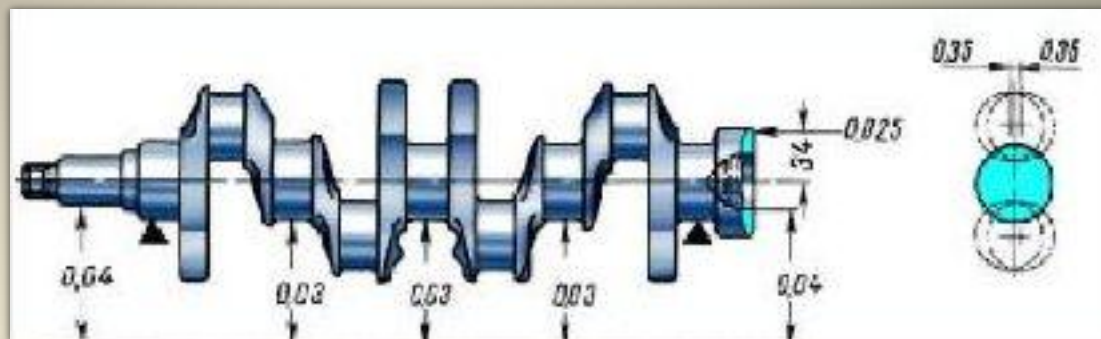

Рис. 37. Допустимые биения основных поверхностей коленчатого вала
Проверка. Установите коленчатый вал крайними коренными шейками на две призмы (рис. 37) и проверьте индикатором:
- неперпендикулярность по отношению к оси коленчатого вала торцевой поверхности фланца. При проворачивании вала индикатор, установленный сбоку на расстоянии 34 мм (рис. 37) от оси вала, не должен показывать биения более 0,025 мм.